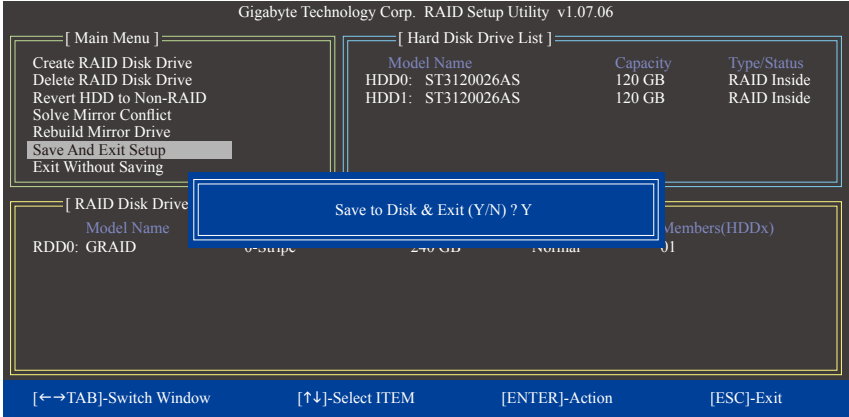

图10
7. 储存设定并离开(Save And Exit Setup): 设定好磁盘阵列要离开RAID设定程序前, 请务必在主画面选择「Save And Exit Setup」。确定离开请按<Y>, 取消请按<N> (图10)。